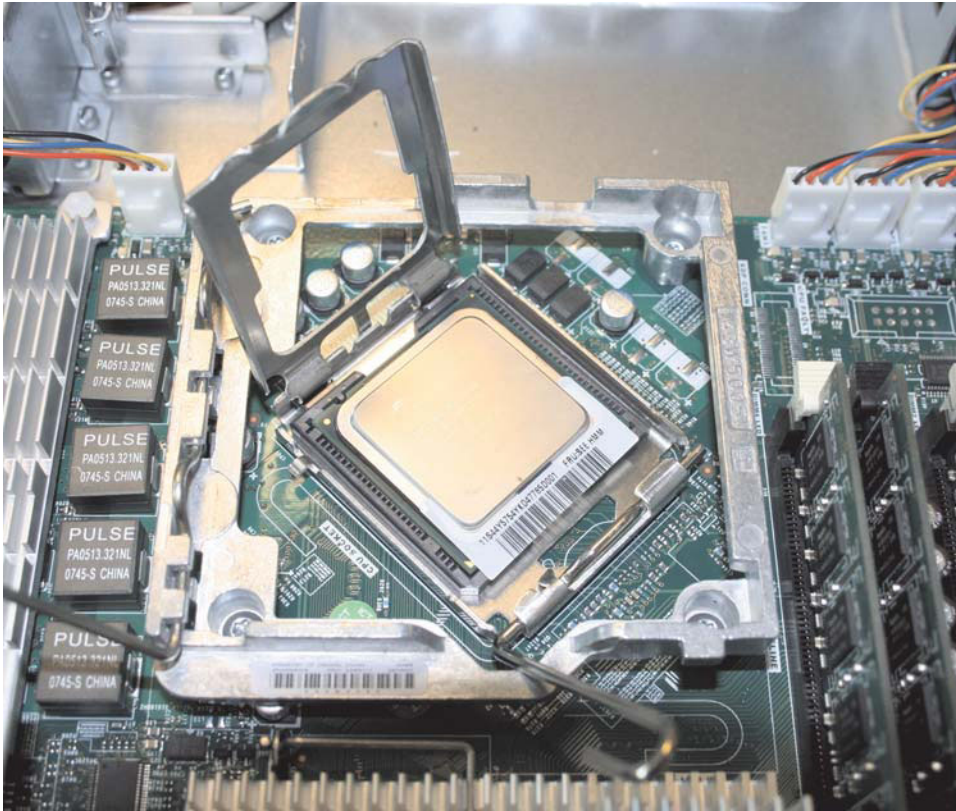

図 293. SAN ボリューム・コントローラー 2145-8A4 マイクロプロセッサ・ブラケット・フレームが完全に開いた状態
2. マイクロプロセッサ保持モジュールを、330 ページの図 293 に示した向きに合わせて置きます。